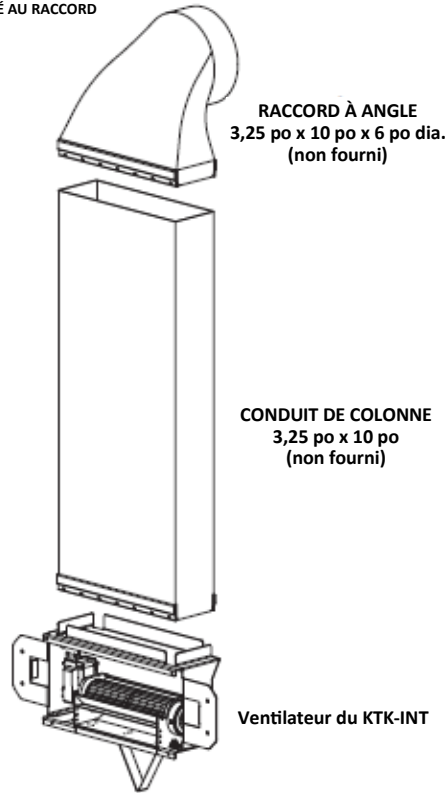

Figure 1.6, HTK-INT avec conduit de colonne (option d'installation)
- La **Figure 1.6** montre une méthode d'installation optionnelle utilisant le conduit de colonne de 3,25 po x 10 po avec les taquets en S fixés à la boîte de sortie d'air. Cette figure montre aussi un raccord à angle de 3,25 po x 10 po x 6 po dia. qui peut être nécessaire pour certaines installations. Le conduit de colonne peut commencer seulement après avoir atteint la course minimum requise du conduit flexible isolé au raccord de conduit. Le conduit de colonne est à dégagement zéro (0 po/0 mm) aux matériaux combustibles. Le conduit de colonne et le raccord à angle ne sont pas fournis.